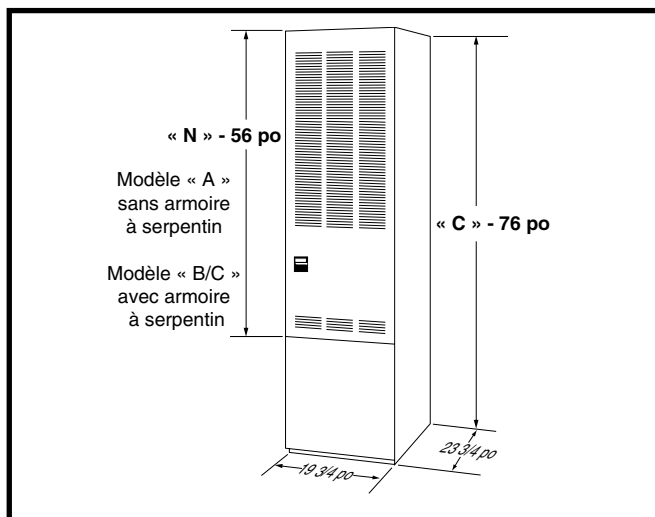

Figure 4. Dimensions totales
• Les dimensions de la pièce ou de l'alcôve doivent convenir à la taille complète des dégagements de la fournaise et de l'installation spécifiés dans le Tableau 1 et dans la Figure 4 (page 5).